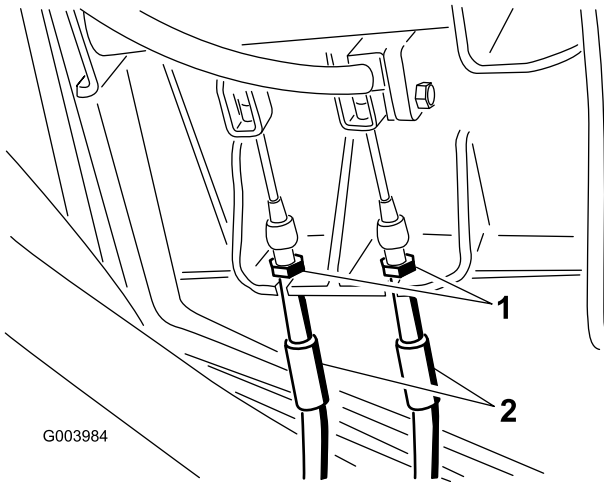

**Bild 74**
1. Ziehen Sie zum Reduzieren des Spiels der Bremspedale die Bremsen fester – lockern Sie dazu die vordere Mutter am Gewindeende des Bremszugs (Bild 74).